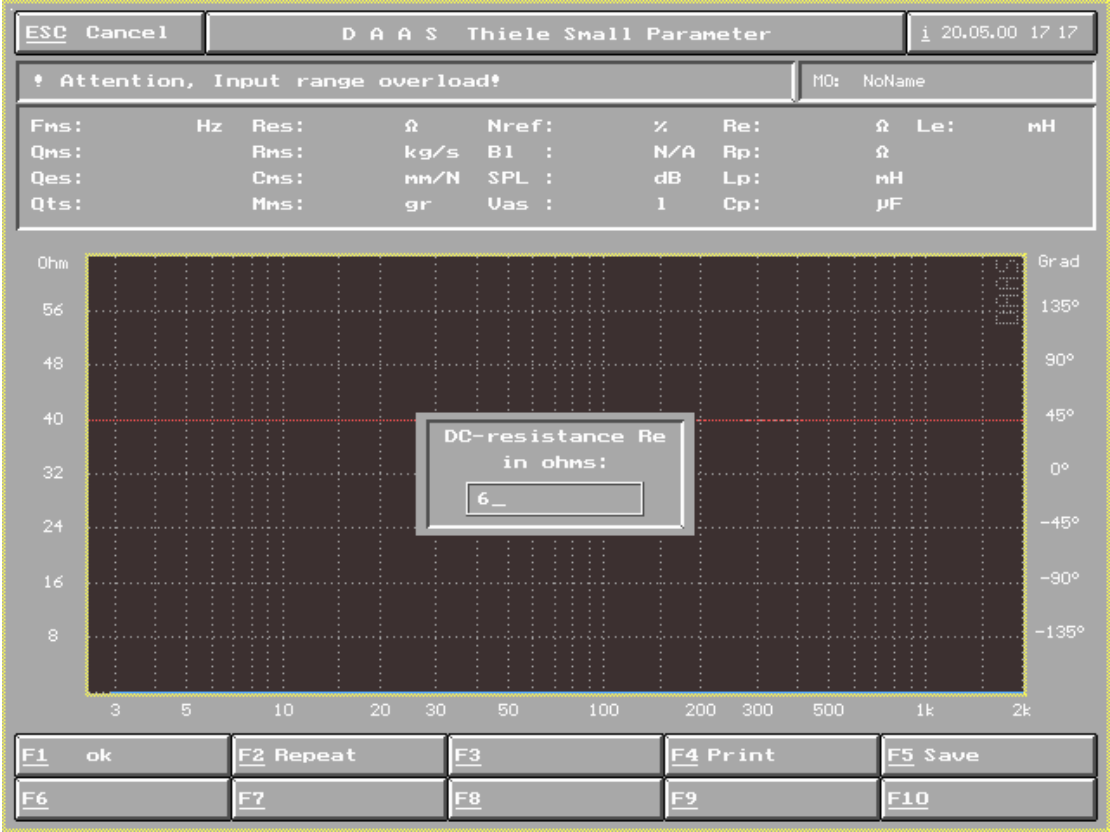
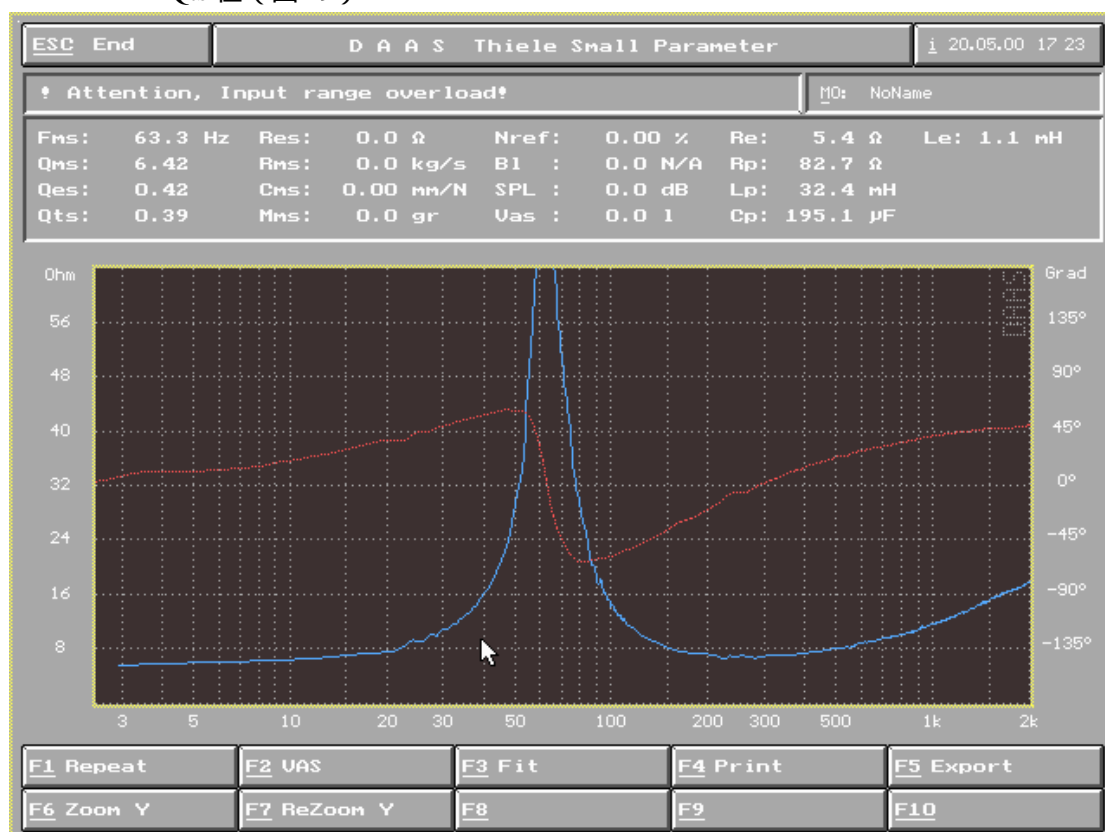

图 28
图 29
- 6) 在中央询问框输入扬声器为直流电阻 (图 28) 后确定即得到扬声器  $Fms$  值及  $Qts$  值 (图 29)
- 7) 若要继续测得 VAS 值，在图 29 中点按 F2 VAS 键